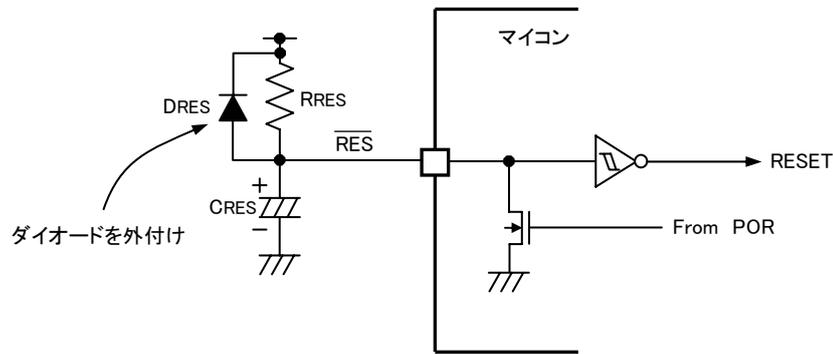

図4-7-8 外部PORのリセット回路構成例
4-7-7-①項と同様に内蔵リセット回路を使用しない場合でも電源投入時に内蔵PORが動作します。しかし、内蔵PORより長いリセット期間を設けたいために外部にもPOR回路を構成し、容量CRESを $0.1\mu\text{F}$ 以上にする場合には、必ず図4-7-8のようにダイオードDRESも外付けしてください。